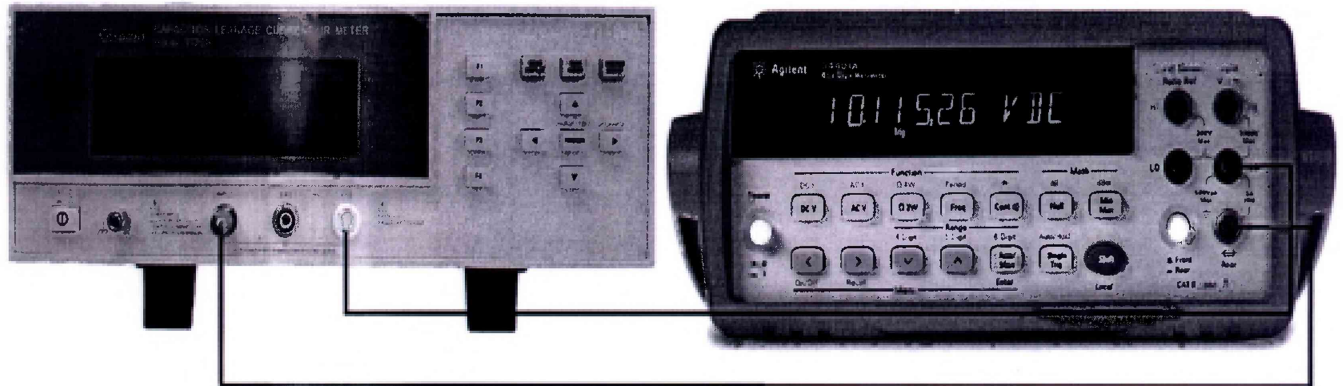

Рисунок 2 – Структурная схема соединения приборов
- разъемы испытуемого измерителя соединить измерительными проводами с соответствующими разъемами мультиметра цифрового 34401А (см. рисунок 2);